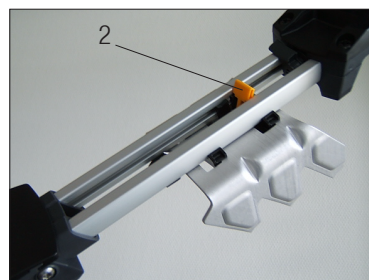

Fig. 1
D> Die Montage des Harscheisens erfolgt gemäss **Fig. 1**. Vor der Montage, den gelben Rasthebel (2) nach hinten ziehen, das Harscheisen von unten zwischen die zwei Profilstege drücken, dann das Harscheisen nach vorne schieben, so dass es gut einrastet (3). Den gelben Rasthebel nach vorne drücken bis er einrastet.